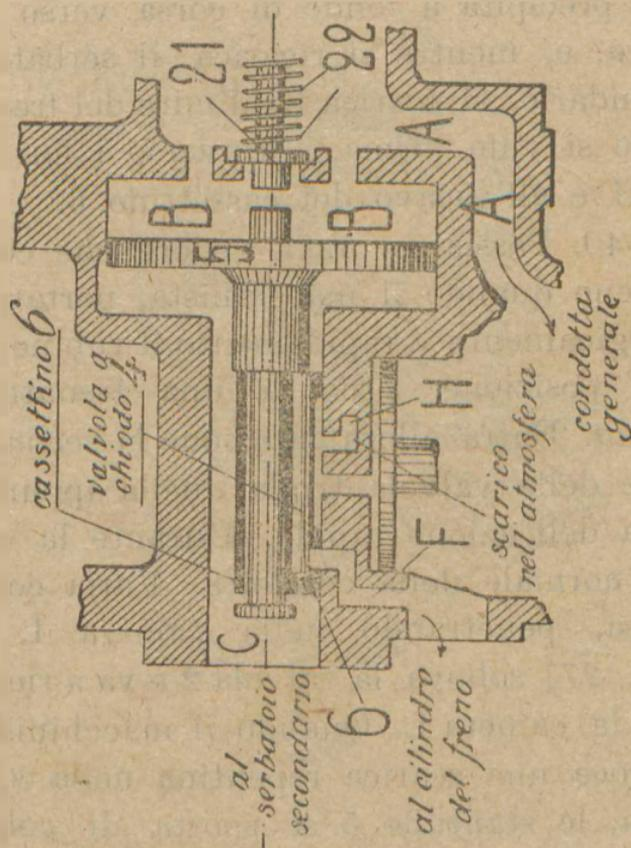

Fig. 26
39. Se il macchinista, ridotta la pressione p. es. a 4 kg., porta il rubinetto in III posizione, nella camera B avremo 4 kg., e, quando la pressione dalla parte opposta dello stantuffo 5 sarà di 4 kg. o pochissimo meno, questo si sposterà leggermente verso sinistra (*Fig. 26*) e andrà a chiudere colla valvola a chiodo 4 la comunicazione fra i condotti del cassetto. Così non passerà più aria dal serbatoio secondario nel cilindro dei freni nè da questo si scaricherà nell'atmosfera. La frenatura resterà quindi stazionaria. Se il macchinista volesse aumentare la forza della sua frenatura, riporterebbe per un poco il rubinetto in 4a posizione abbassando la pressione nella condotta generale, p. es., di un altro  $\frac{1}{2}$  kg. Allora gli stantuffi 5 delle valvole triple si spostano tutti verso sinistra fino a toccare l'asta 21; le valvole a chiodo si allontanano dalle loro sedi, altra aria dai serbatoi secon-